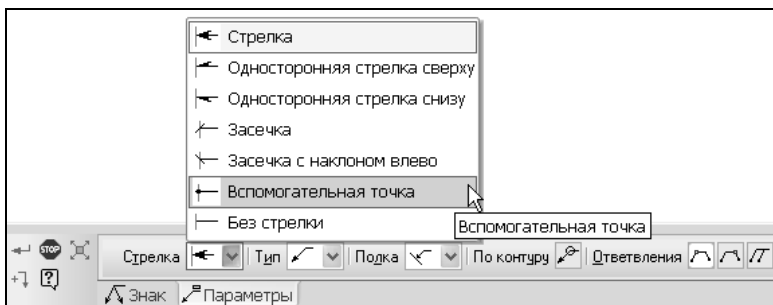

Рис. 1.99. Раскрывающийся список **Стрелка** на панели свойств команды **Линия-выноска**
2. На вкладке **Параметры** панели свойств раскройте список **Стрелка** и выберите строку **Вспомогательная точка** (рис. 1.99).